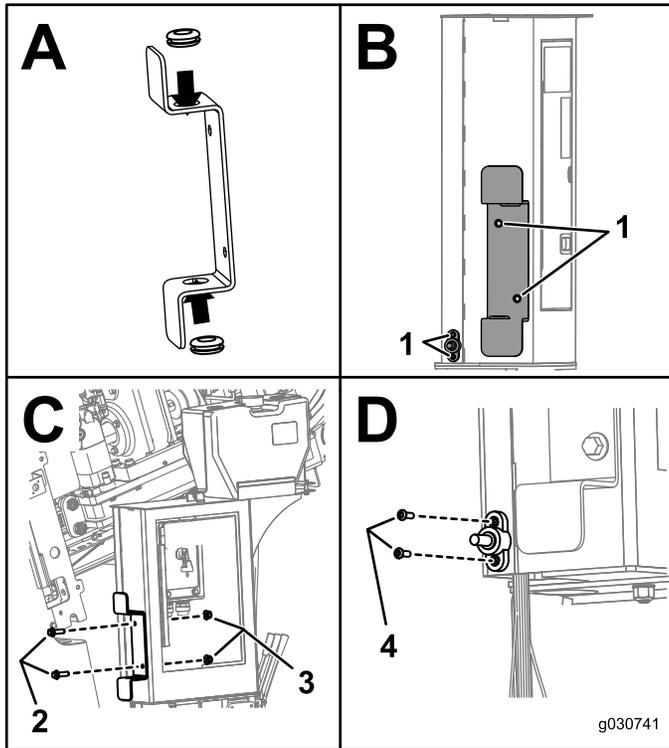

Figure 2
1. Installez les rivets sur le support (encadré A de la Figure 2).
5. Fixez le bloc de jonction au moyen de 2 boulons (M5) et 2 écrous (M5), comme illustré à l'encadré D de la Figure 2.